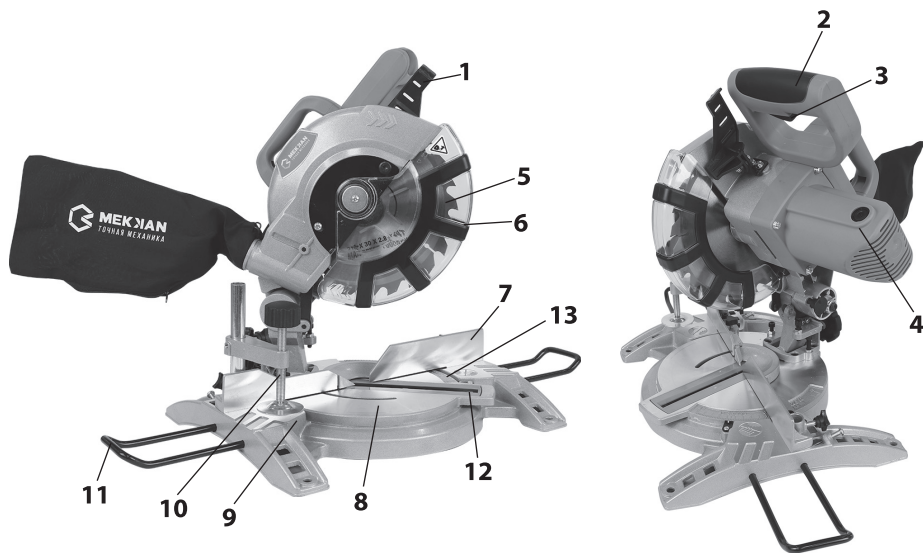

рис.1
1.8 Общий вид пилы представлен на рис. 1